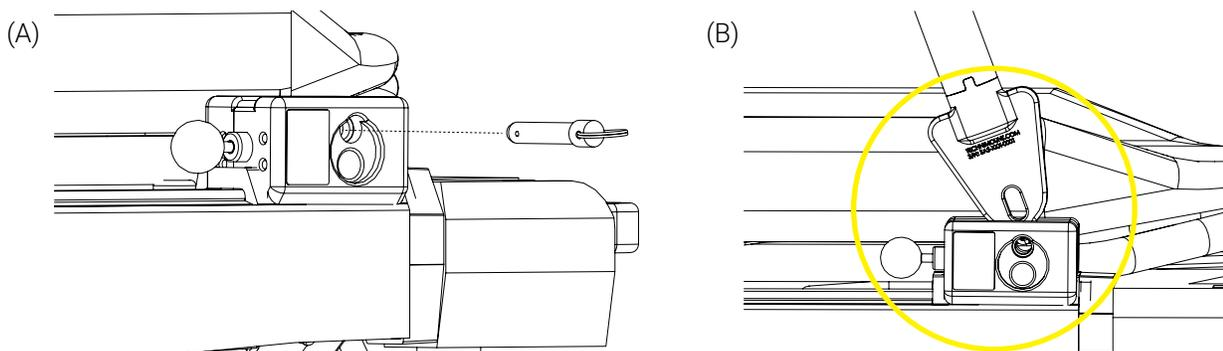

Figure 11: Installation du Safety Arm System™ 500
1. Retirer la goupille de verrouillage à l'aide de l'anneau (Figure 11 A).
2. Tirer et maintenir la goupille de sécurité (mécanisme à déclenchement rapide rouge) dans cette position, puis insérer la tête triangulaire à la base du bras dans le bloc d'ancrage (Figure 11 B).